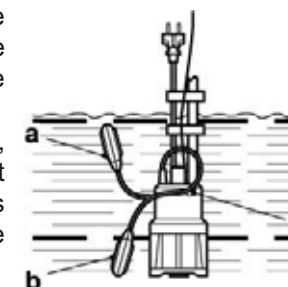

Fig. 4
- > Le flotteur [8] démarre l'appareil lorsque l'eau est à un niveau donné (dit niveau de démarrage (Fig. 4, a). La pompe fonctionne en continu jusqu'à ce que l'eau descende à un niveau donné (dit niveau d'arrêt), puis le flotteur [8] éteint l'appareil (Fig. 4, b).
- > La hauteur des niveaux de démarrage et d'arrêt automatique de la pompe se règle selon certains paramètres, en ajoutant ou en enlevant de la longueur au câble de l'interrupteur à flotteur [9]. Le câble du flotteur [9] s'attache simplement grâce à l'attache-câble [10] (Fig. 4, c).